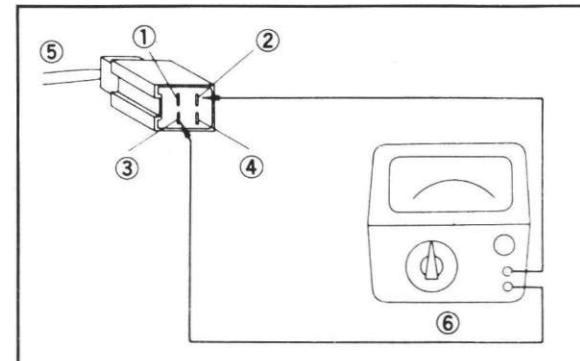

Fig. 6-1-14
- f. For resistance test #2, remove the regulator cover and hook the two ohmmeter probes to the red/white wire and green wire. (Fig. 6-1-14)
- f. Essai No. 2: enlever le couvercle du régulateur et raccorder les sondes de l'ohmmètre au fil rouge/blanc et au fil vert. (Fig. 6-1-14)
- f. Für die Widerstandsprüfung Nr. 2 ist der Reglerdeckel abzunehmen und die zwei Anschlüsse des Ohmmeters mit dem roten/weissen Draht und dem grünen Draht zu verbinden. (Abb. 6-1-14)